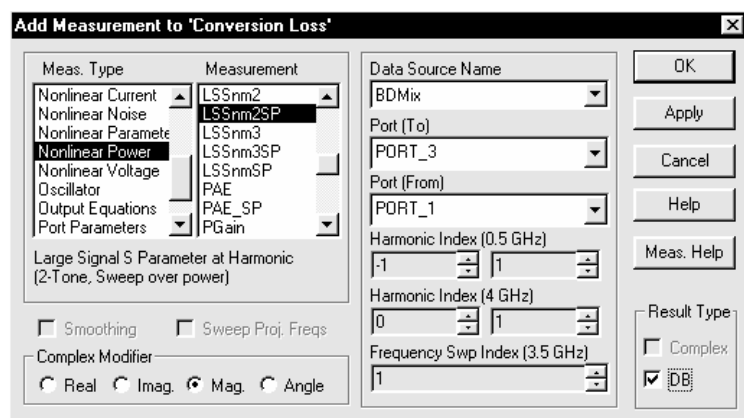

Рис. 3.38
3. В окне списка **Meas. Type** отметьте **Nonlinear Power**, в окне списка **Measurement** отметьте **LSSnm2SP**, в поле ввода **Data Source Name** введите **BDMix**, в поле ввода **Port (To)** введите **PORT\_3**, в поле ввода **Port (From)** введите **PORT\_1**, в верхних полях **Harmonic Index** введите -1 и 1, в нижних полях **Harmonic Index** введите 0 и 1, щёлкая по стрелкам справа от этих полей, в поле ввода **Frequency Swp Index (3.5 GHz)** введите 1, щёлкните левой кнопкой мышки по переключателям **DB** и **Mag**, нажмите **Apply** (Рис.3.38).